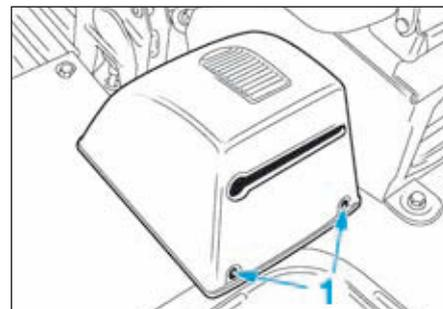

FIG.31
- Déposer les vis de fixation (1) (Fig.31) de la garniture du système de navigation, si équipé.